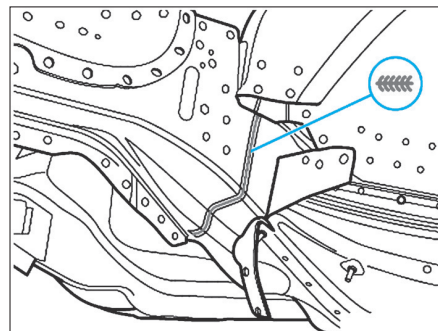

FIG. 5
- Souder en bout la découpe, soudure en continu sous protection gazeuse (Fig.5).